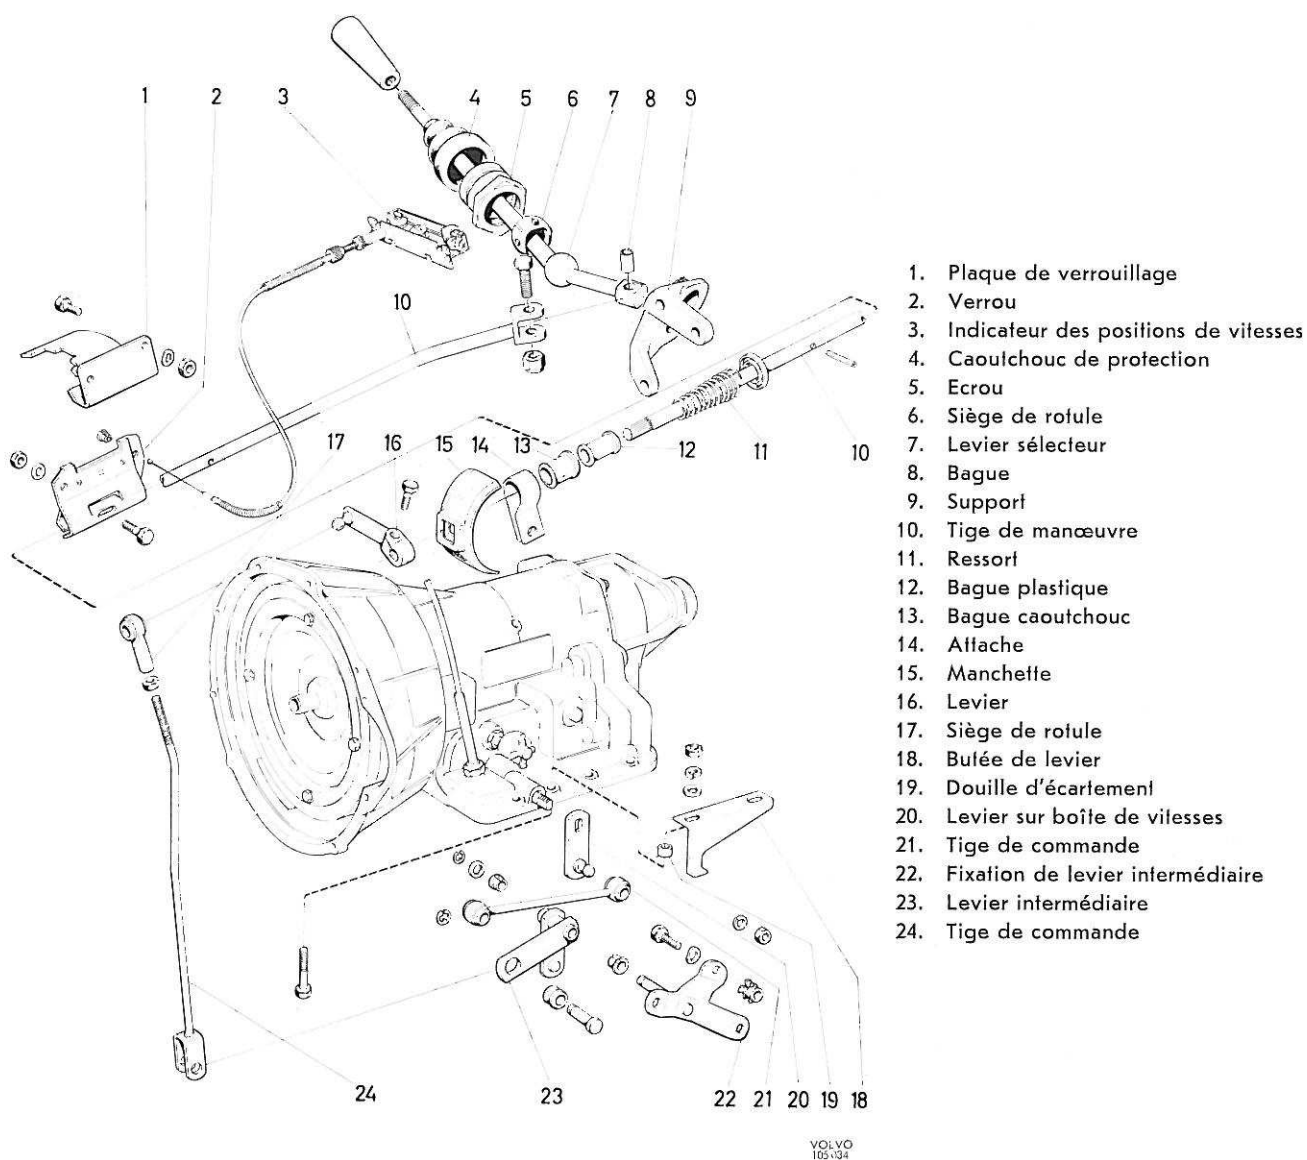

Figure 86. Commande de sélection de vitesse, nouveau modèle 140 et 164
1. Déconnecter la tige de commande (24, figure 86) du levier (16) sur la tige de manœuvre (10) et du levier intermédiaire (23). Démontez la tige de commande (21). Enlever les leviers.
3. Enlever le capot supérieur et le capot inférieur de la commande de clignotants et du dispositif antivol. Enlever les boulons du levier sélecteur (7) et démontez ce dernier. Sur le nouveau modèle, enlever la vis de la tige de manœuvre et retirer l'écrou sur le joint à rotule.
4. Retirer le circlips de la chape articulée (ancien modèle) et la vis de plaque de verrouillage (1). Retirer un peu vers le haut la tige de manœuvre et enlever la goupille de verrouillage du ressort (11). Retirer ensuite la tige de manœuvre et enlever les autres pièces.